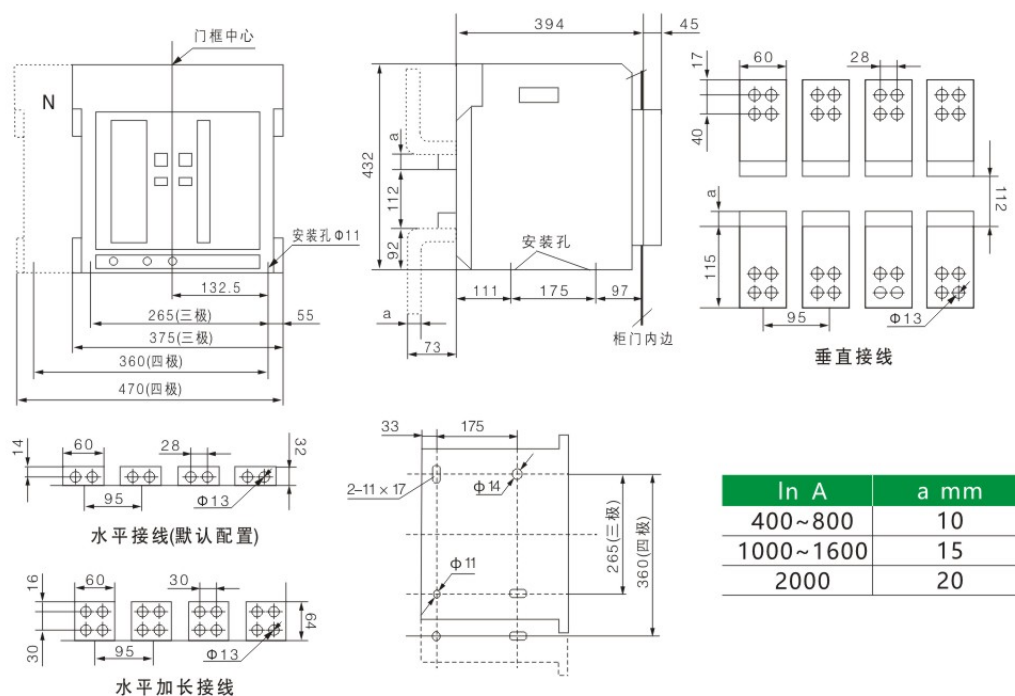

图10 抽屉式断路器安装尺寸及外形尺寸 (ZHW1-2000、2000/4)
②、抽屉式断路器安装尺寸，外形尺寸见图10、11、12、13、14、15、16